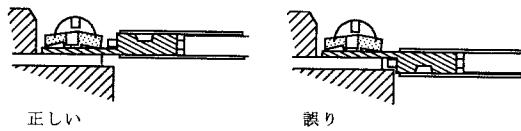

図3-35 1本の圧着端子の配線
② 圧着端子の端子への取付けは、原則として図3-35のように筒部が上方になるように取りつける。